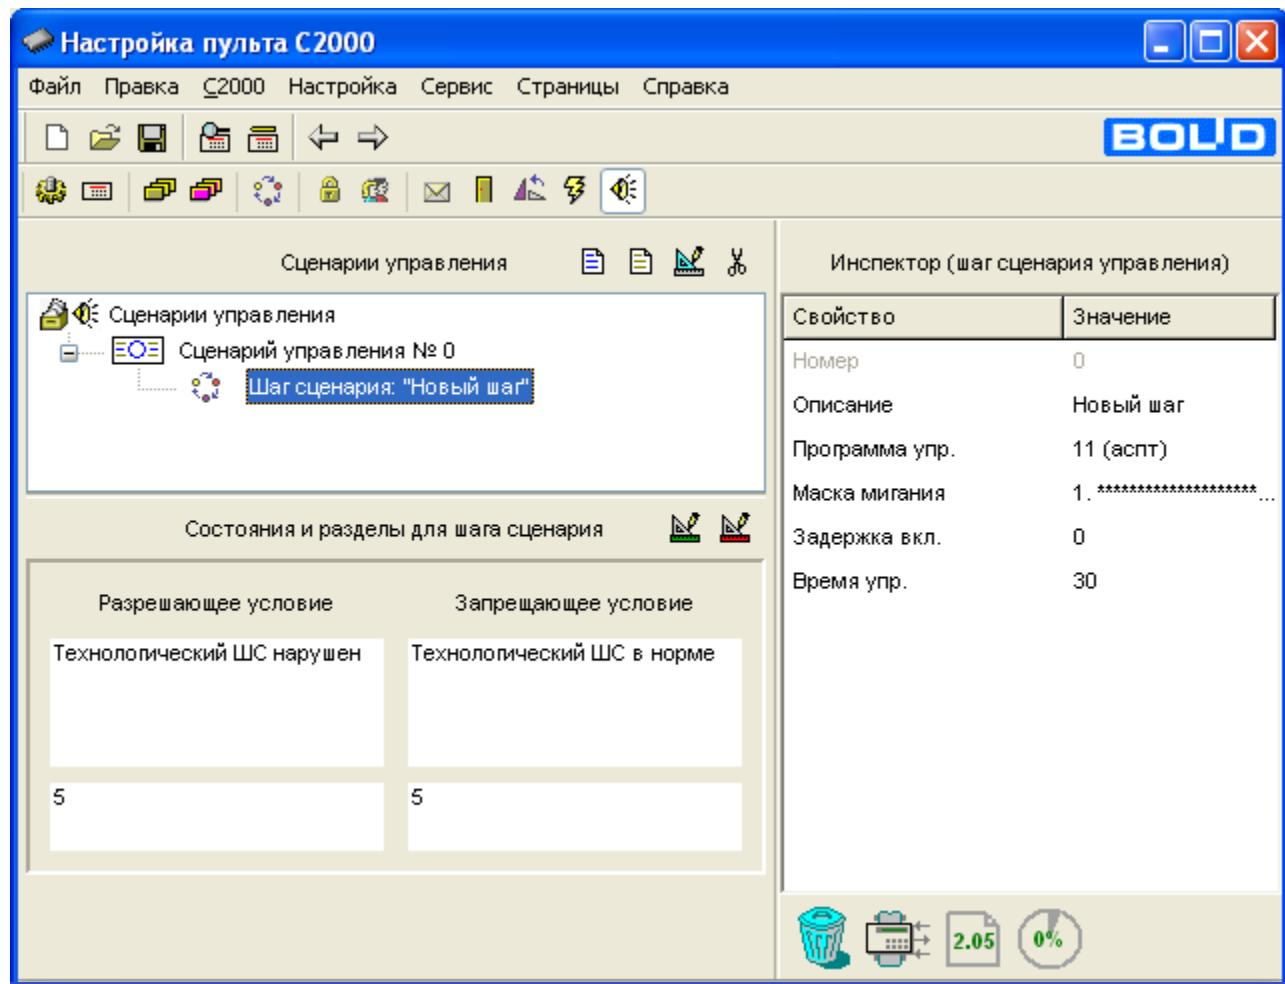

Рисунок 27
6. В окне «Состояния и разделы для шага сценария» добавьте разрешающее и запрещающее условия с помощью кнопок и соответственно. Для этого выберите раздел, содержащий технологический ШС прибора «C2000-4» и укажите состояния: «Технологический ШС нарушен» - для разрешающего условия и «Технологический ШС в норме» - для запрещающего условия (см. Рисунок 27).